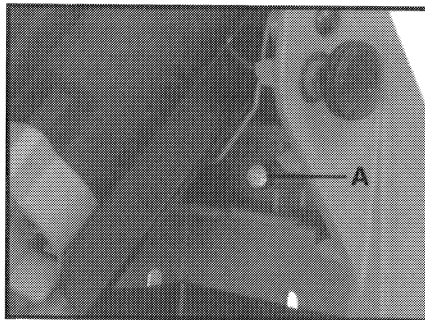

Fig. 5A
**À NOTER:** La distance entre le bout de l'ouvrage et la poche coupée est réglée à fabrication à  $\frac{3}{4}$ ". Cette distance peut être variée par le réglage du vis de blocage du moteur (A) Fig. 5A.